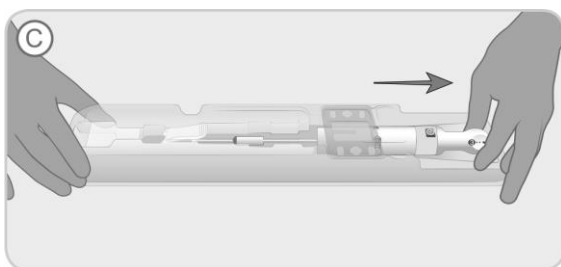

Figura 4. Puxar a pega do dispositivo para trás até ao ponto firme de paragem.
- C. Mantendo o tabuleiro estável, segure a parte de trás da pega (came de libertação) e puxe até atingir um ponto firme de paragem (indicado no tabuleiro com "C"), Figura 4. O implante está agora dobrado no tubo da cânula de carregamento.